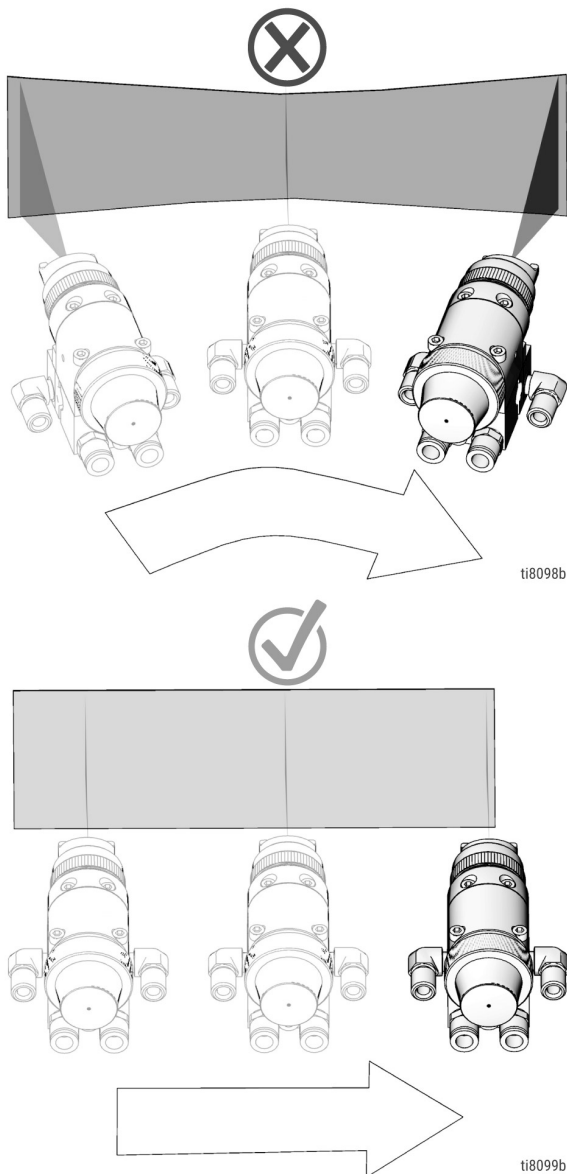

図 8-2: 正しいスプレー方法
- 50% のオーバーラップで、滑らかで平行のストロークを使用して、スプレー対象物の表面を横断します。図 8-2 を参照してください。